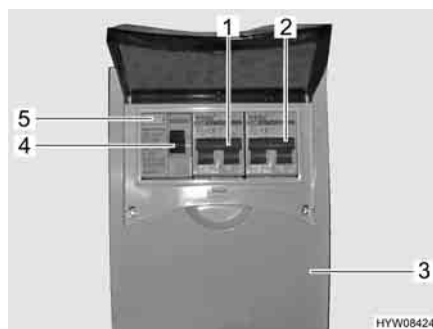

Fig. 81 Scatola dei fusibili a 230 V con interruttore di sicurezza e interruttore automatico FI
Un interruttore di sicurezza per correnti di guasto (interruttore automatico FI) (Fig. 81,4) nella scatola dei fusibili (Fig. 81,3) protegge l'intero veicolo da correnti di guasto (0,03 A).
L'interruttore di sicurezza collegato in serie (10 A) (Fig. 81,1) protegge le prese da 230 V, l'apparecchio per l'alimentazione elettrica, l'apparecchio per l'alimentazione elettrica supplementare e il frigorifero.
Per veicoli con accessori opzionali, p. es. l'impianto di climatizzazione, un ulteriore interruttore di sicurezza (16 A) (Fig. 81,2) protegge l'apparecchio.
- Se il veicolo è collegato all'alimentazione a 230 V, premere il tasto di controllo (Fig. 81,5). L'interruttore di sicurezza per correnti di guasto (FI) deve scattare.